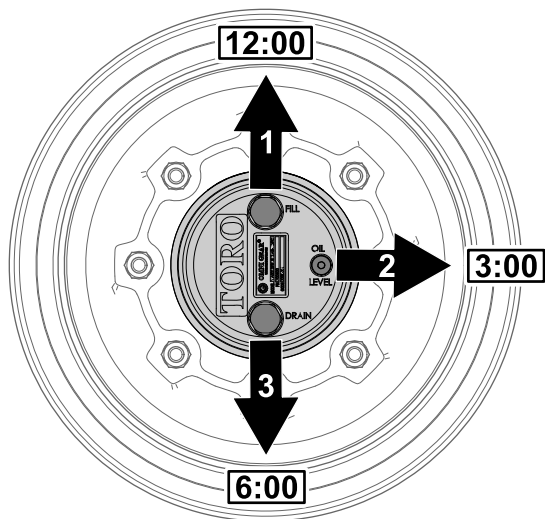

Bild 72
1. Parken Sie die Maschine auf einer ebenen Fläche und positionieren Sie das Rad so, dass die Füllschraube auf 12 Uhr, die Prüfschraube auf 3 Uhr und die Ablassschraube auf 6 Uhr steht (Bild 72).
2. Entfernen Sie die Prüfschraube, die auf 3 Uhr steht (Bild 72).
1. Parken Sie die Maschine auf einer ebenen Fläche und positionieren Sie das Rad so, dass die Füllschraube auf 12 Uhr, die Prüfschraube auf 3 Uhr und die Ablassschraube auf 6 Uhr steht, siehe Bild 72 in Prüfen des Ölstands im Planetengetriebe (Seite 72).